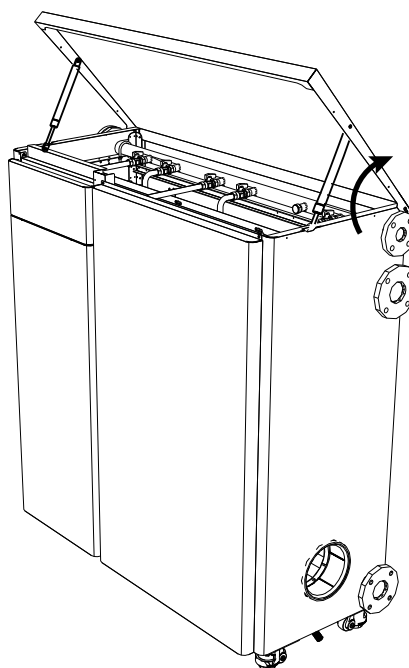

fig. 103
- 3.Alzare il coperchio (Vedi fig. 103)